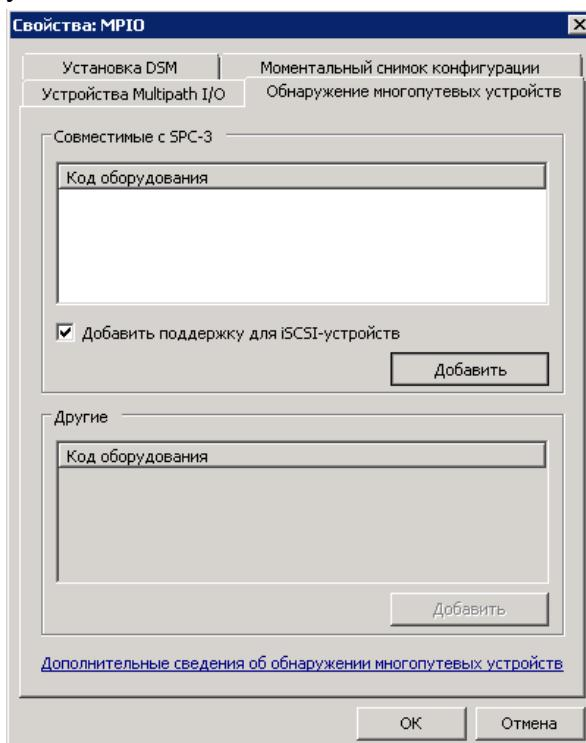

Рисунок 49 - Добавление устройств
- 2) На вкладке «Обнаружение многопутевых устройств» нажать кнопку «Добавить» (см. Рисунок 49). Система выдаст сообщение о необходимости перезагрузки системы. После перезагрузки в разделе «Управление дисками» панели «Управление компьютером» можно убедиться, что диск будет доступен по нескольким маршрутам.